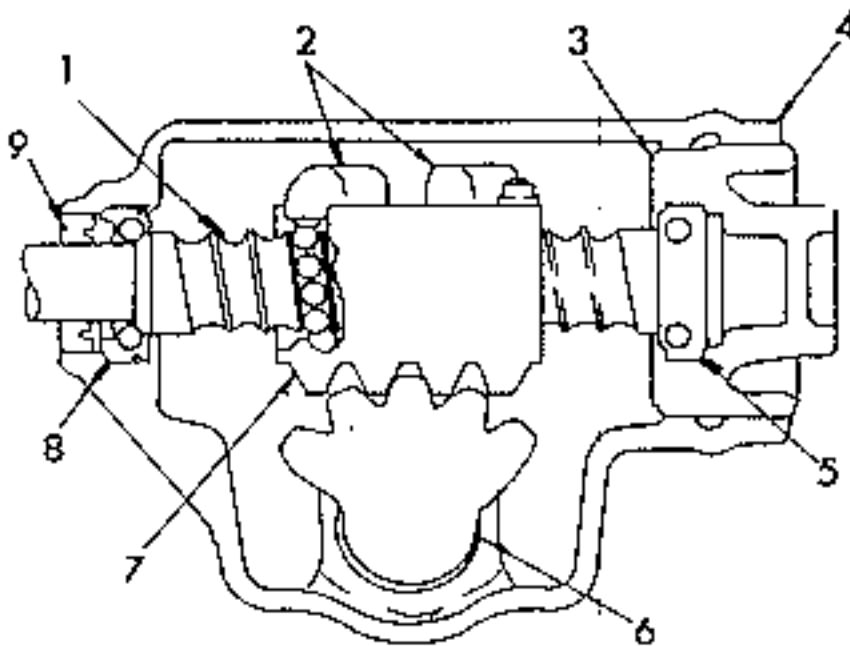

Bild 97 Schnitt durch die Kugelumlaufnennung.
- Schneckenwelle so durchdrehen, dass die Lenkmutter wie in Bild 97 gezeigt, ausgerichtet ist, und die Lenkstockhebelwelle mit der eingewetzten Ausgleichscheibe und Einstellschraube in das Gehäuse einsetzen, und wie im gleichen Bild gezeigt, in Eingriff bringen.